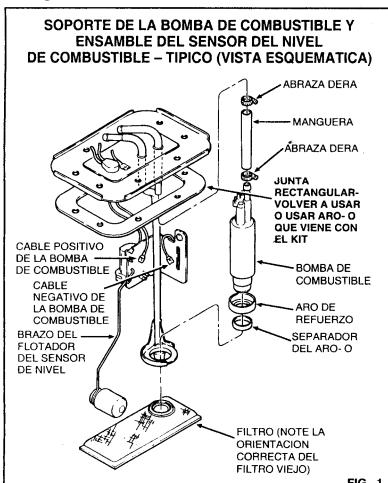

FIG. 1
- 1) Introduzca la entrada de la bomba nueva dentro del aro de refuerzo de goma que se provee con el kit de instalación. Luego desplace el aro-O" separador, que también viene con el kit, sobre la entrada de la bomba, (Ver Fig. 1).
Instale el filtro en la bomba. Tome nota que la oreja de orientación sobre el soporte debe de estar dobrada hacia atrás. El filtro nuevo debe de guardar la misma orientación que el filtro viejo para evitar que se obstruya el brazo del flotador del sensor de nivel, lo cual podrá resultar en una indicación errónea del nivel de combustible, (Ver Fig. 1). Asegúrese que el filtro esté bien asentado sobre la bomba y que no se caerá. Sin un filtrado adecuado, se puede dañar la bomba. Si no se usa el filtro nuevo que viene con el kit se invalide la garantía de la bomba,
Instale el soporte de la bomba en el tanque, usando el nuevo aro-O" del tanque para soportes con la parte superior redonda, o vuelva a usar la junta rectangular para los soportes con la parte superior de forma rectangular, (Ver Fig. 1).